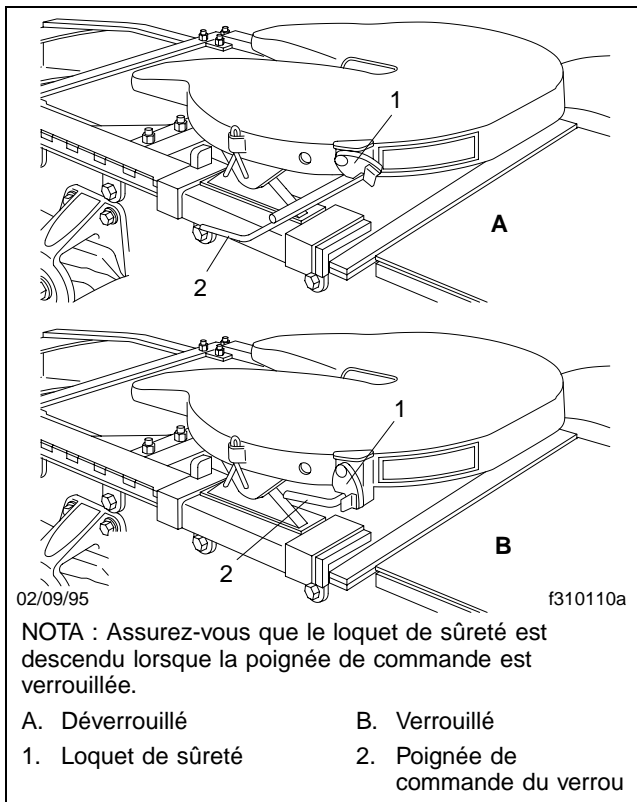

Fig. 10.19, Sellette d'attelage Fontaine de série 5000, verrouillage et déverrouillage
6. Faites une inspection visuelle et physique pour vous assurer du bon verrouillage du pivot d'attelage. Lorsque le verrouillage est fait, la poignée de commande de la sellette d'attelage sera passée en position verrouillée. Assurez-vous que le loquet de sûreté est descendu sur la poignée de commande du verrou. Consultez la **Fig. 10.19**. Cela retiendra la poignée de commande en position verrouillée.
6. Libérez le mécanisme de verrouillage du pivot d'attelage en soulevant le loquet de sûreté et en tirant sur la poignée de commande du verrou du pivot d'attelage vers la position déverrouillée. Consultez la **Fig. 10.19**.